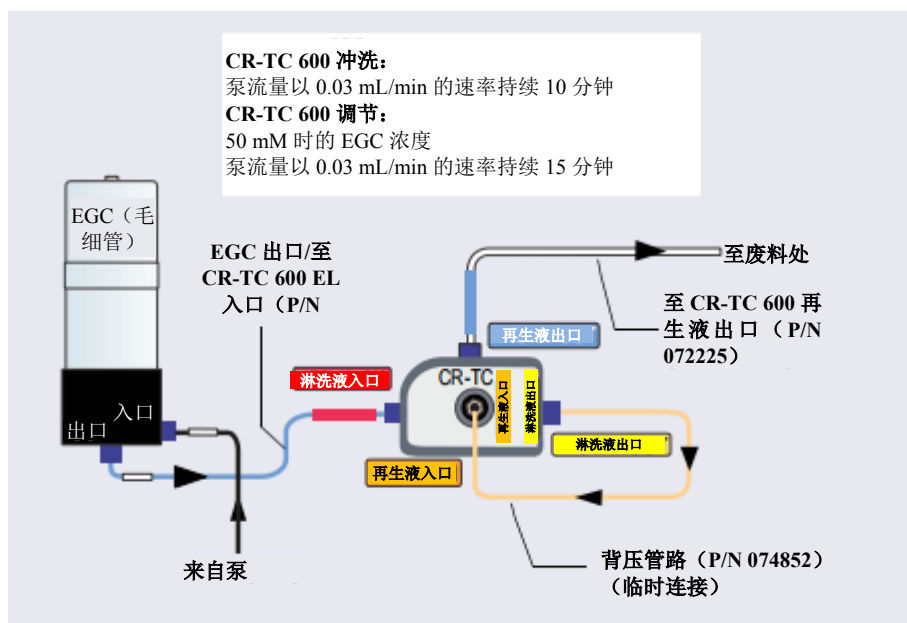

图 10-28. Dionex CR-TC 600 (毛细管) 冲洗和调节流路示意图
- 连接冲洗 Dionex CR-TC 600 的管路系统，如图 10-28 所示。相同管路系统还用于调节 Dionex CR-TC 600。